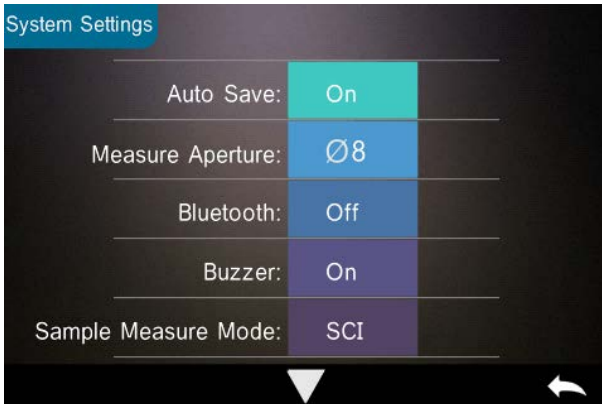

Abb. 44 Systemeinstellungen
Wählen Sie „System Settings“ (Systemeinstellungen) im Hauptmenü, um die Menüs wie in Abb. 44, 45 und 46 dargestellt anzuzeigen.
Schritt 3: Ändern Sie die standardmäßige Messblende des Systems in den Systemeinstellungen (siehe Abb. 44), sodass sie der tatsächlichen Messblende entspricht. Wenn die Messblende geändert wird, muss das Gerät unbedingt wie in Kapitel 2.2 neu kalibriert werden.